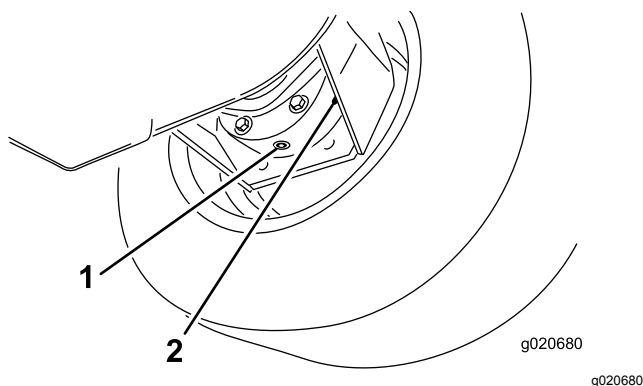

Figure 91
3. Placez un bac de vidange sous le carter de frein et enlevez le bouchon pour permettre à l'huile de s'écouler (Figure 91).